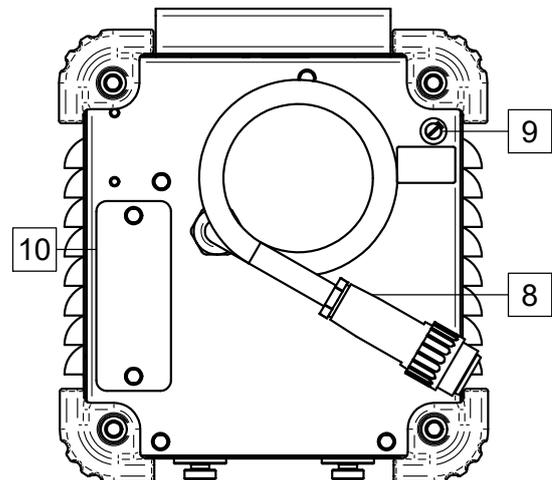

Figura 5
- Ligue o tubo com o conector rápido de água (adicionado ao equipamento) à entrada do refrigerador e à tomada de saída (Figura 5).